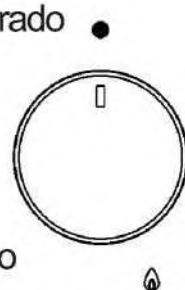

FIG. 1
Pressione e faça girar no sentido contrário ao dos ponteiros do relógio o botão giratório correspondente ao queimador que deseja utilizar até alcançar a posição de "Máximo" (chama grande fig.1). De seguida pressione o comando até ao fundo.
Nos queimadores com termopar de segurança, gire o botão correspondente ao queimador que deseja no sentido inverso ao dos ponteiros do relógio, até à posição de "Máximo" (chama grande fig.1), pressione-o até atingir o máximo. Aceso o queimador, mantenha o botão giratório pressionado durante uns10 segundos. No caso de a chama se apagar involuntariamente, feche o botão giratório do comando do queimador e espere pelo menos 1 minuto antes de tentar acendê-lo de novo.
- Ponha o botão giratório na posição de "Mínimo" uma vez atingida a ebulação chama pequena fig.1).
- O acendimento dos queimadores com termopares de segurança só se pode efetuar quando o botão (chama grande fig. 1) giratório se encontra na posição de "Máximo".